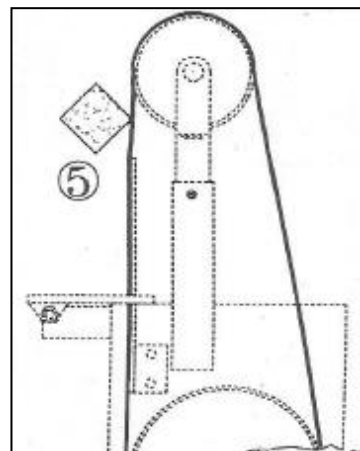

Figure 7
- 5- Utiliser la partie flottante de la courroie, au besoin, selon l'objet à affuter (Fig.7 (5)).
Use the floating section of the belt, accordingly with the type of object to sharpen (Fig.7 (5)).